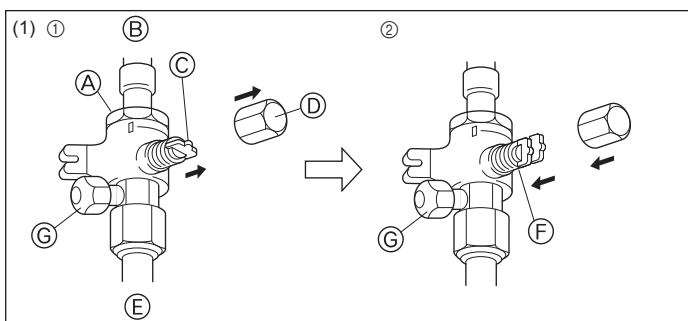

Fig. 4-9
- Om trycket minskar i steg (2) eller (3), finns det en gasläcka. Leta efter orsaken till denna gasläcka.
- Gassidan (Fig. 4-9)